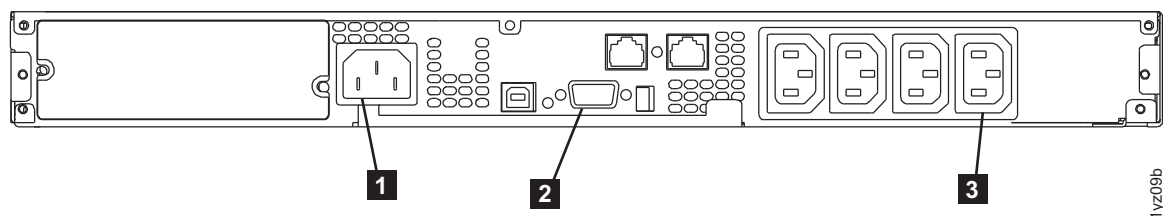

図 337. 2145 UPS-1U (背面図)
2. 2145 UPS-1U の背面で、SAN ボリューム・コントローラーの電源ケーブルをロード・セグメント・コンセント 2 (図 337 の **3**) から切り離す前に、電源ケーブル・リテーナーを取り外します。
3. 信号ケーブルを通信ポート (図 337 の **2**) から切り離します。
4. 主電源ケーブルを主給電部 (図 337 の **1**) から切り離します。